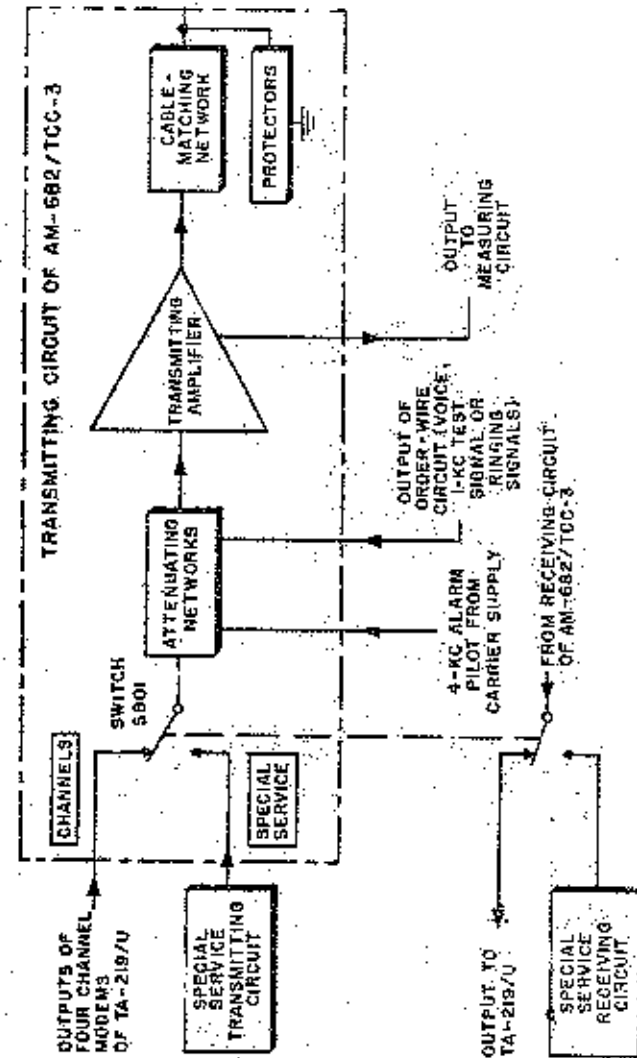

Fig.18 AM-682/TCC-3 - Schema a blocchi del ramo trasmissente
1) Schema a blocchi dei circuiti di trasmissione dell'AM-682 (fig.18)